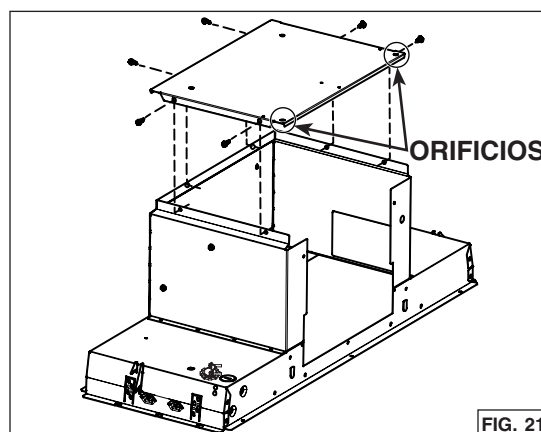

FIG. 21
- Instale la placa trasera en la parte superior del aparato, dónde estaba la placa de soporte del ventilador. Los orificios cerca de las esquinas deben encontrarse en la parte trasera del aparato. Sujetarla a la parte superior del aparato usando los 6 tornillos retirados previamente al paso 6 (FIG. 21).
Para un conducto redondo, use 4 tornillos para metales n.º 8-18 x 1/4 pulg. (incluidos) para fijar el adaptador/compuerta de 6 pulg. redondo (incluido) en la parte superior del aparato, sobre el orificio de salida del ventilador (FIG. 21).